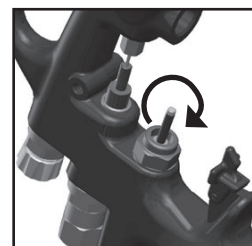

Fig. 36
11. Apretar el conjunto de la válvula de aire utilizando los dedos primero con una llave inglesa de 14 mm. Aplicar una torsión de 18 a 22 pies-lbs. (Ver Fig. 36)